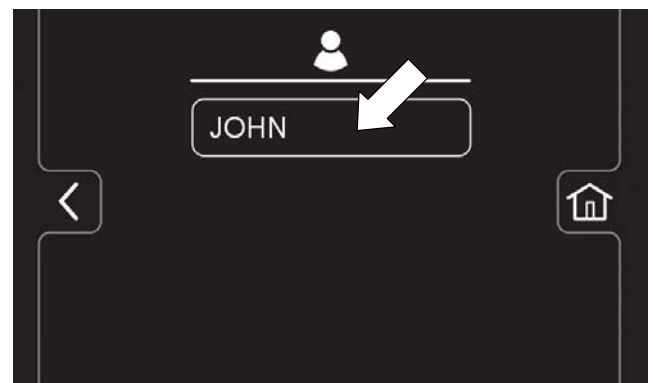

ABB. 175
7. Wählen Sie ein vorher zugewiesenes Benutzerprofil. In diesem Beispiel wird das Bedienerprofil „JOHN“ ausgewählt (Abbildung 175). Drehen Sie den Zündschlüssel auf Aus, um die Einstellung anzuwenden.